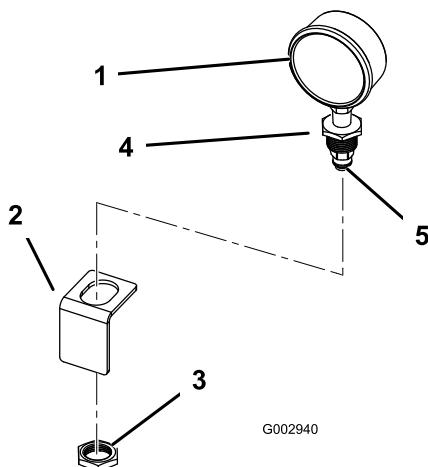

Figura 46
1. Envuelva con cinta teflón en el sentido contrario a las agujas del reloj las roscas del manómetro, e instale el racor de reducción en el manómetro (Figura 46).
- Instale el acoplamiento de plástico negro en el racor de reducción del manómetro (Figura 46).
- Instale el manómetro en el soporte que está situado debajo del orificio circular, dentro de la tapa de la caja de control, fijándolo con la tuerca incluida en su envase (Figura 46).